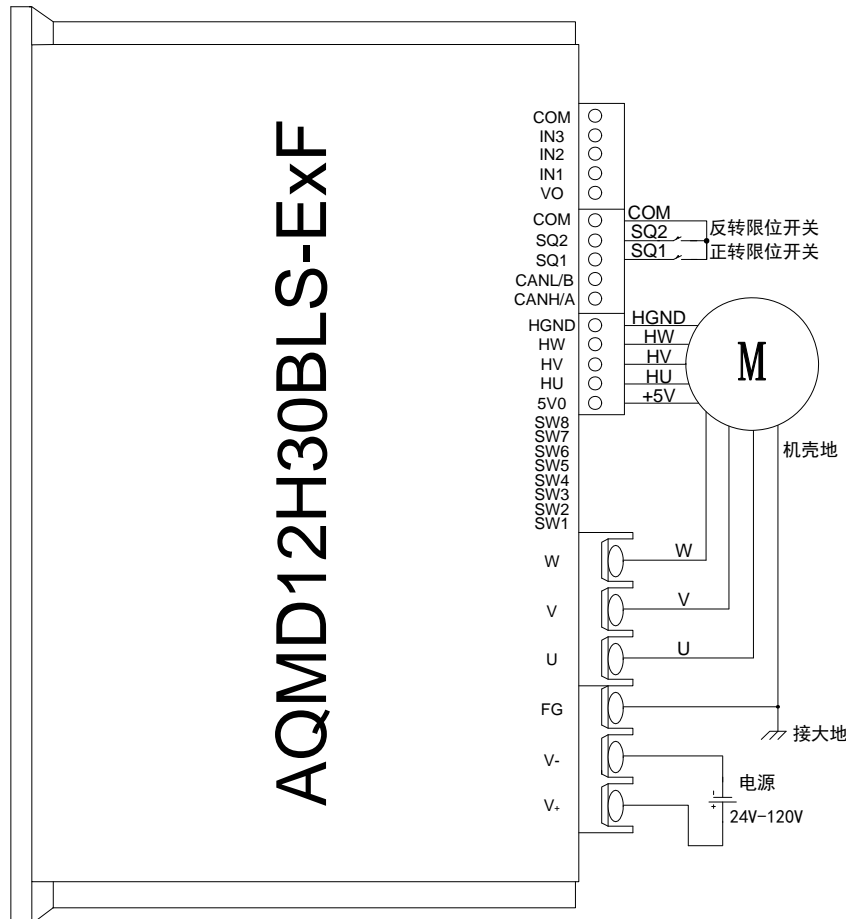

图 3.3 电源及电机接线图
- 4) 将电源的正负极分别接到驱动器电源接口的V+和V-，如图 3.3 所示，接通电源（注意：电源的电压应与电机的额定电压一致，且能够提供的电流大于电机的额定电流）。如果工作模式已配置为电机学习，那么驱动器会立即进入学习状态，每学习一相，驱动器会“嘀”的短鸣一声，学习完毕后，如果“嘀——”的一声长鸣，则表示学习成功，如果连续“嘀嘀嘀”三声，则表示学习失败，请检查电机接线是否正确以及电机是否是驱动器支持的类型。